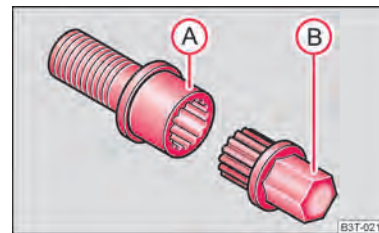

Fig. 191 Figura: Tornillo de seguridad para ruedas con adaptador
- Introducir el adaptador (B) con su lado dentado hasta el tope de tal modo en el dentado interior del tornillo de seguridad para ruedas (A), que ya sólo sobresale el hexágono exterior → fig. 191.
- Calar la llave de rueda hasta el tope en el adaptador (B).